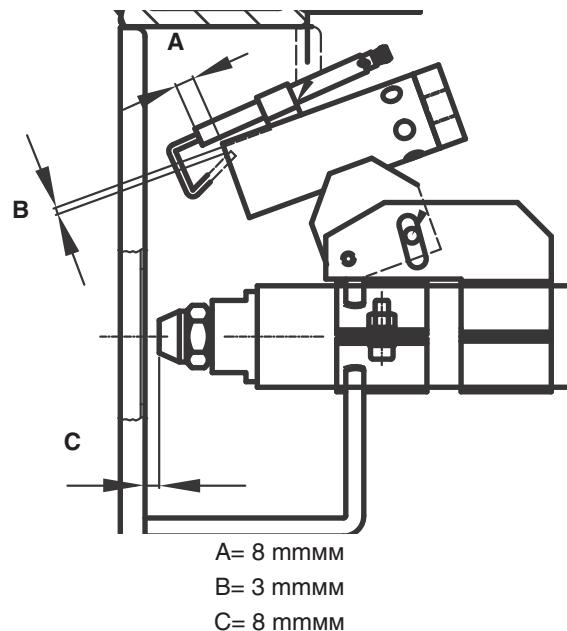

Рис. 25
- Проверить и почистить запальный электрод запальной горелки, подрегулировать его или же заменить Рис. 25;
- Снять и почистить дизельную форсунку (Рис. 25) (**ВАЖНО:** чистка должна осуществляться с помощью растворителей и ни в коем случае с помощью металлических предметов); по завершении операций по обслуживанию, после установки горелки на место, разжечь пламя и проверить форму пламени; при возникновении сомнений заменить форсунку. При интенсивной эксплуатации горелки рекомендуется превентивная замена форсунки в начале рабочего сезона.
С целью гарантии хорошего розжига, необходимо, чтобы были выдержаны размеры (выраженные в мм.), указанные на Рис. 25.
- 5) вынуть электрод и заменить его, выдерживая размеры, указанные на Рис. 25.